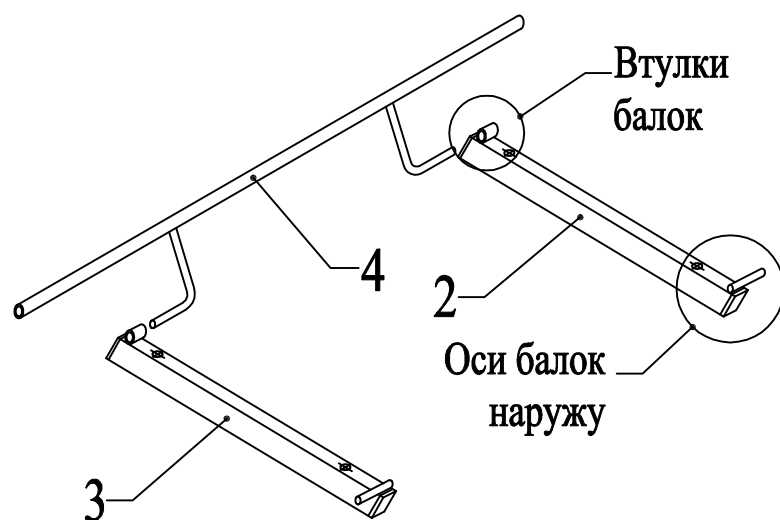

Рис.1
- 6.1. Г-образные концы поворотной оси (4) вставляем во втулки левой и правой балки (2 и 3), убедившись, что оси балок расположены наружу (рис.1).